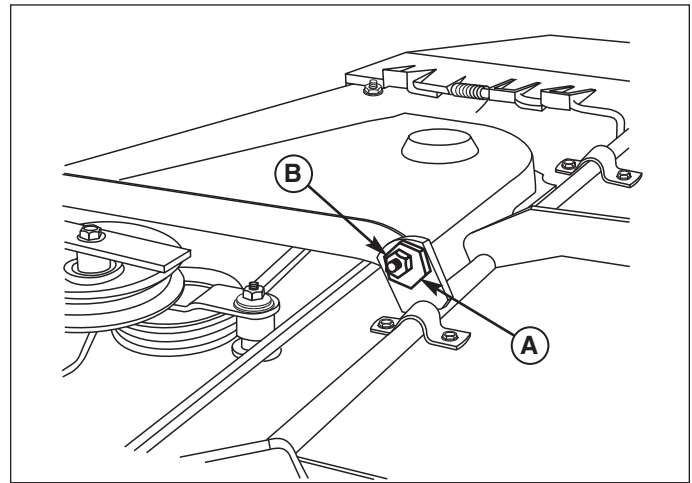

**Figure 28. Mise à niveau longitudinale de la tondeuse**
- Voir la figure 28. Pour lever l'avant de la plate-forme de la tondeuse, desserrez l'écrou avant (A) et tournez l'écrou arrière (B) contre le support (C).
- Pour abaisser l'avant de la plate-forme de tondeuse, desserrez l'écrou arrière (B), et le support (C) se déplacera vers l'arrière pour allonger la tige.
- Vérifiez de nouveau la mesure avant de serrer l'écrou avant (A) contre le support.